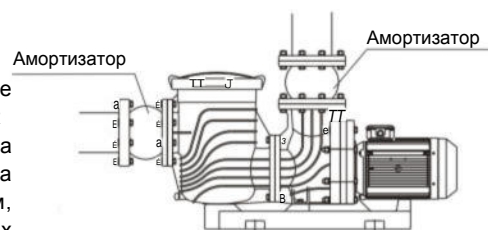

Рис. 2
- 1) Насос должен быть установлен горизонтально, на входе и выходе необходимо установить амортизатор (как показано на рис. 2); всасывающая труба должна быть как можно короче и должна быть установлена с донным клапаном, который изготовлен из инженерных пластмасс, сечением менее 3М.